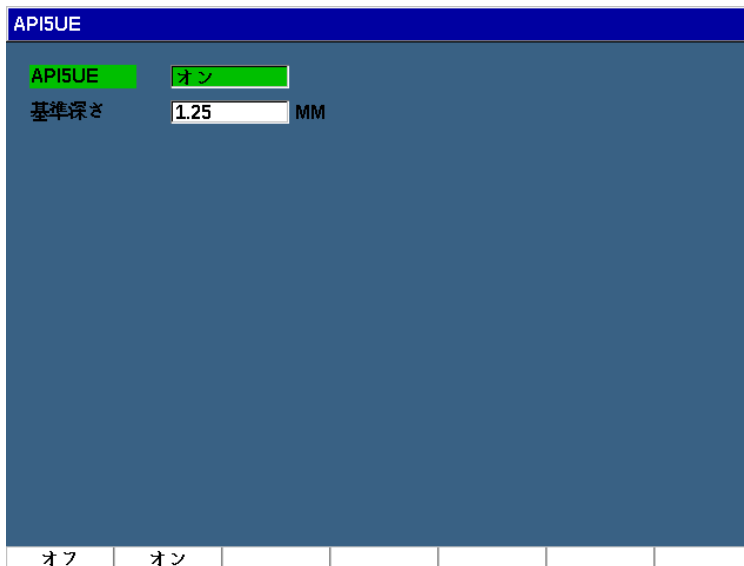

図 11-22 波形平均化オプションの設定
2. API5UE メニューで、API5UE = **オン**を選択します（260 ページの図 11-22 参照）。